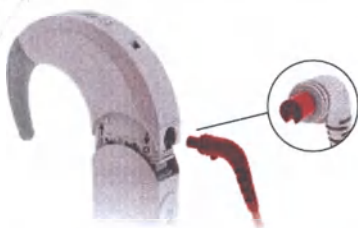

Рис. 25 Подключение SONNET кабеля передатчика к SONNET 2 блоку процессора
4. Вставьте конец нового кабеля передатчика в SONNET 2 блок процессора, как показано на рис. 25. Следите за правильным расположением вилки кабеля. Скошенный конец должен смотреть вниз.